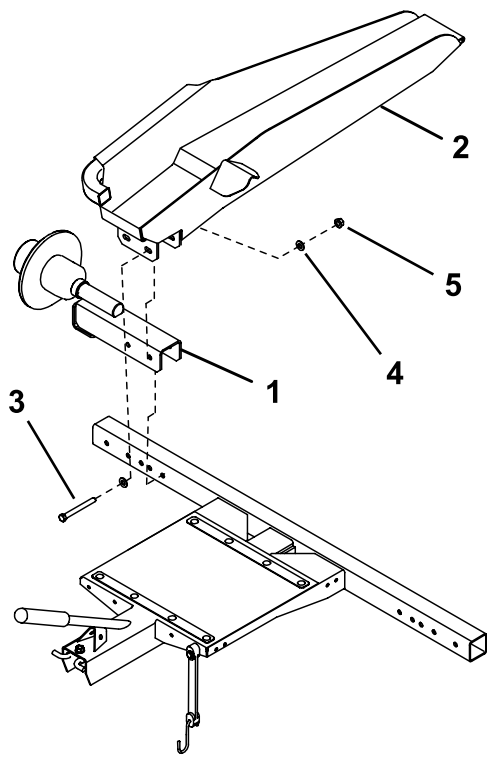

图 3
2. 使用 2 个螺栓 $\frac{3}{8}$ x 3 英寸、4 个垫圈和 2 个螺母将轮轴总成和斜面总成 图 3 或轨道总成 图 4 安装至机架的两端。